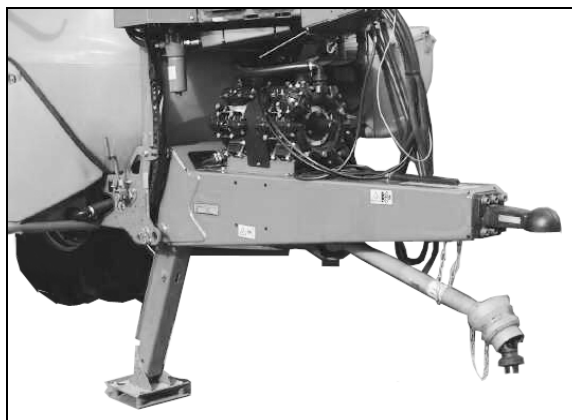

Fig. 42
- **Trekkøye-trekkstang (Fig. 42)**